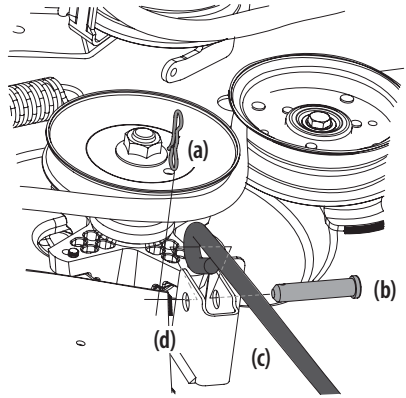

Figura 45
- b. Extraiga el tercer pasador con unión curva (a) del pasador de horquilla (b) que sujeta la varilla de control de la plataforma delantera (c) al soporte delantero de elevación de la plataforma (d). Extraiga los pasadores de horquilla (b). Consulte la Figura 45.